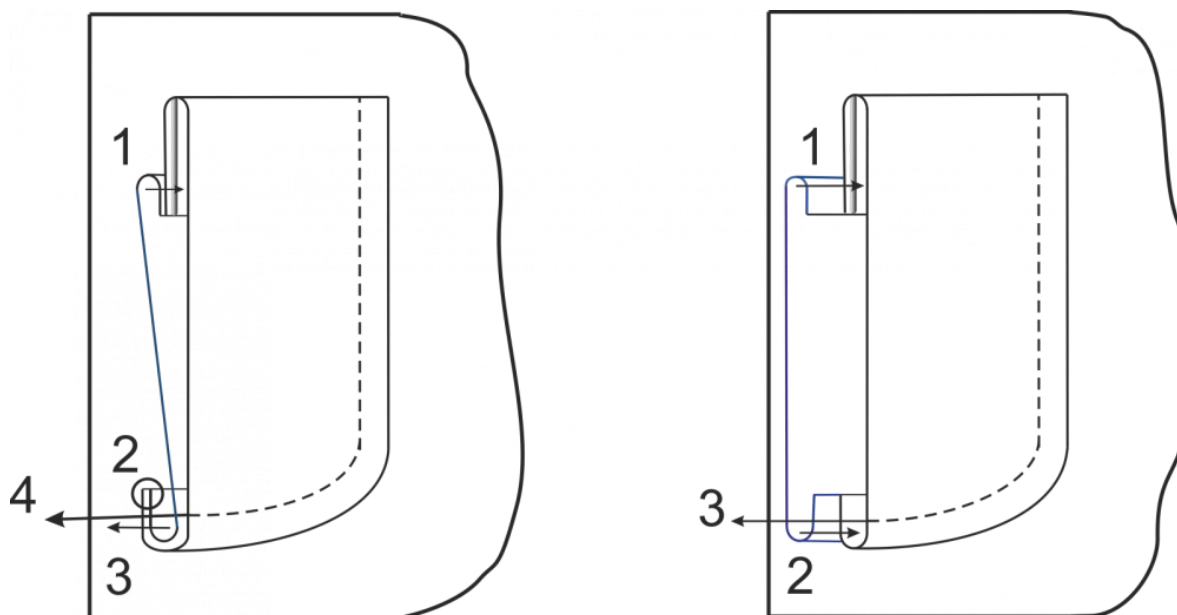

Рис. 2. Варианты обработки кармана
6. Обработайте накладной карман по одному из предложенных вариантов (рис. 2).